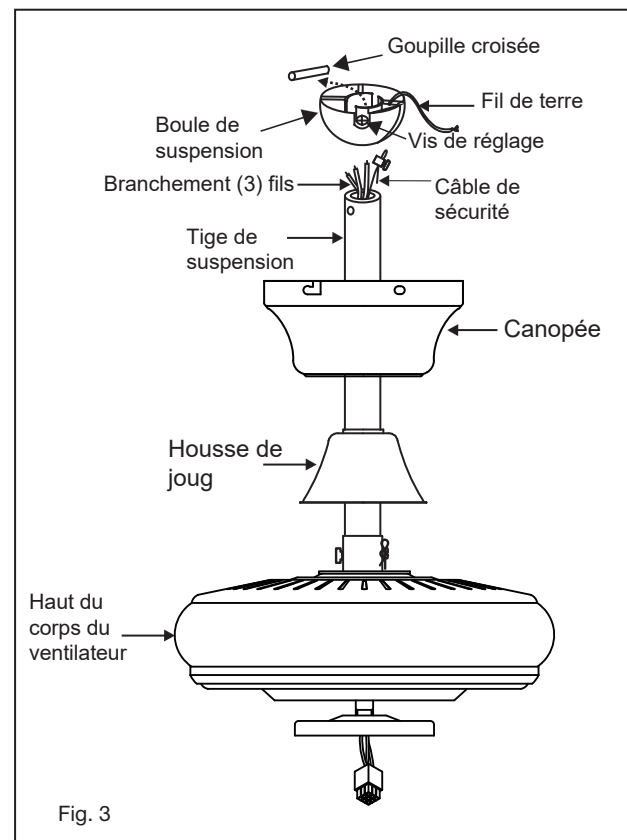

Fig. 3
- 7 Insérez 2 vis dans le support de suspension, en les laissant partiellement dégagées (Fig. 3).
- 1 Glissez le couvercle de l'étrier et la verrière sur la tige de suspension. (Fig.3)